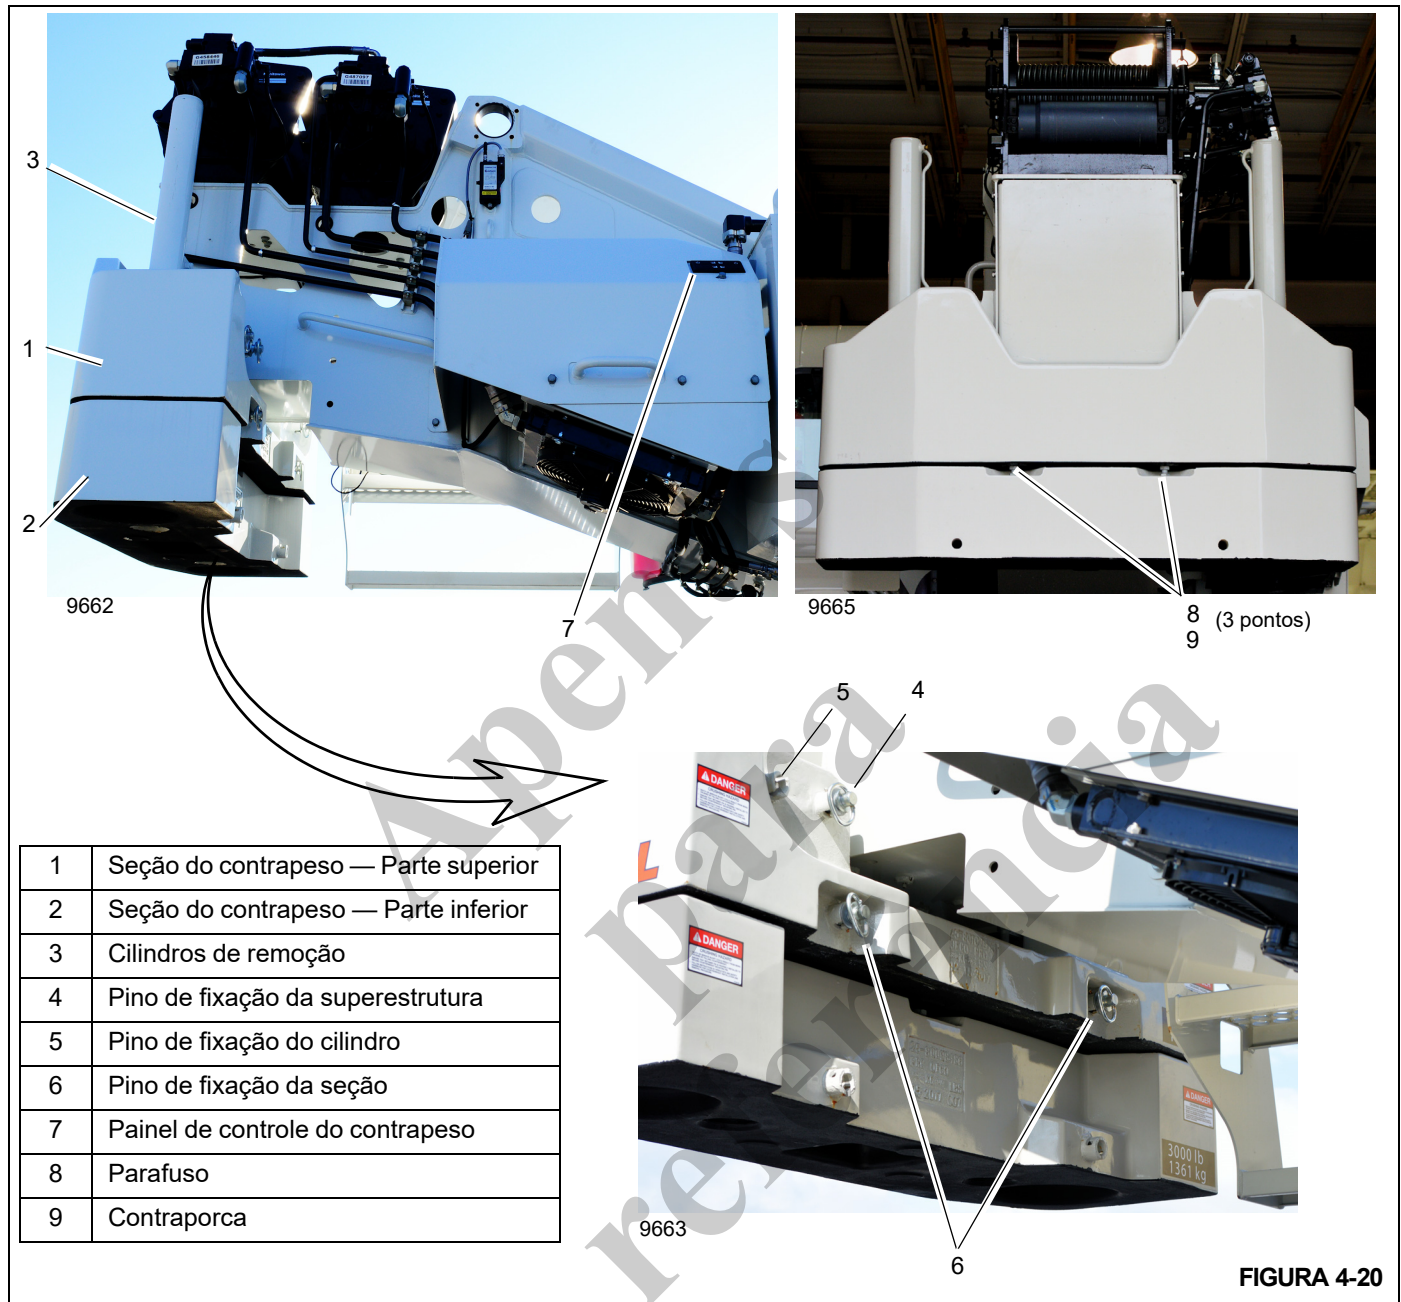

FIGURA 4-20
Consulte a Figura 4-20 para ver uma ilustração dos componentes que constituem o contrapeso.
Utilize o seguinte procedimento para instalar a seção de contrapeso superior (1, Figura 4-20) de 3000 lb (1.360,8 kg) em um guindaste da NBT60L.
6. Retraia os pinos esquerdo e direito (4, 5, Figura 4-20) conforme necessário do contrapeso.
9. Fixe o contrapeso nos cilindros usando os pinos (5, Figura 4-20).
11. Prenda o Contrapeso removível nos lados esquerdo e direito da superestrutura usando os pinos de fixação da superestrutura (4, Figura 4-20).
Use o seguinte procedimento para retrair a seção do contrapeso superior (1, Figura 4-20) de 3000 lb (1.360,8 kg) no NBT60L.
6. Se não tiver feito, instale os pinos de fixação do cilindro esquerdo e direito (5, Figura 4-20) para fixar o contrapeso nos cilindros.
8. Remova os pinos da superestrutura (4, Figura 4-20) que prendem o contrapeso na superestrutura.
11. Remova os pinos de fixação do cilindro (5, Figura 4-20) que fixam o contrapeso nos cilindros.
7. Se necessário, retraia os pinos esquerdo e direito (5, Figura 4-20) do cilindro no contrapeso superior.
Se o guindaste estiver equipado com seções de contrapeso superior e inferior (1, 2, Figura 4-20) e apenas a seção superior tiver de ser carregada, remova apenas os pinos esquerdo e direito (5, Figura 4-20) que fixam as seções superior e inferior juntas. Não remova os pinos que fixam os contrapesos inferiores ao tabuleiro do transportador.
10. Fixe o contrapeso removível nos cilindros usando os pinos de fixação da seção (6, Figura 4-20).
6. Remova os pinos da superestrutura (4, Figura 4-20) que prendem o contrapeso na superestrutura.
9. Remova os pinos de fixação da seção (6, Figura 4-20) que fixam o contrapeso removível ao contrapeso superior.